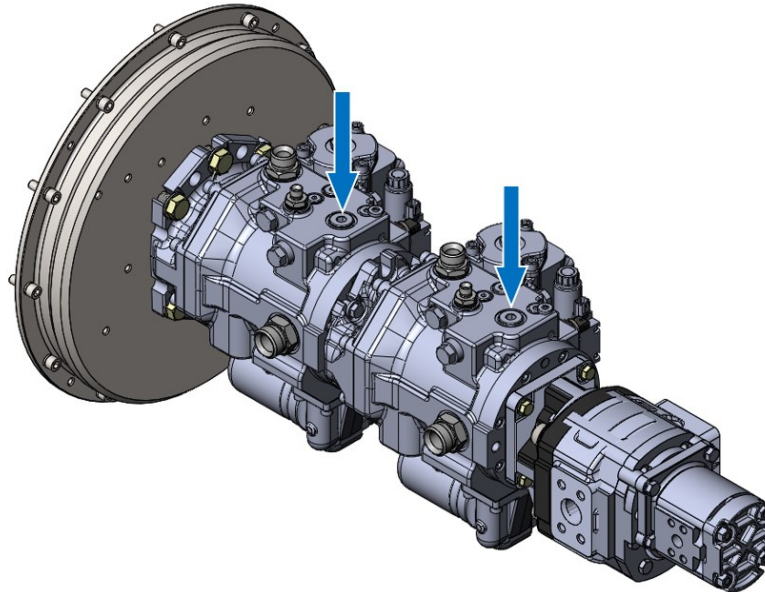

Рисунок 5.84. Процедура удаления воздуха из насосов Bosch
- ▶ Выкрутить пробки на насосах для удаления воздуха, рис. 5.84 (места расположения пробок показаны стрелками). Как только воздух перестанет выходить и начнет вытекать масло, закрутить пробки.